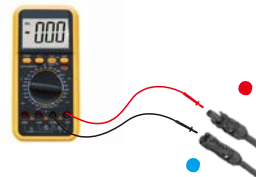
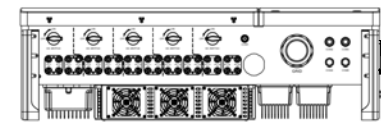

Figura 3.22 Medición con multímetro
Figura 3.23 Conecte los conectores de CC al inversor
5. Mida el voltaje fotovoltaico de la entrada de CC con el multímetro, verifique la polaridad del cable de entrada de CC (consulte la figura 3.22) y asegúrese de que cada voltaje de cadena esté dentro del rango de funcionamiento del inversor. Conecte el conector de CC con el inversor hasta que oiga un ligero clic que indique una conexión correcta (consulte la figura 3.23).